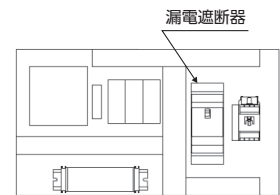

図 2-10 ドライモジュール制御盤
- ・ 製品運転時は漏電遮断器を ON の状態で運転してください。(図 2-10 参照) OFF のまま製品を運転すると、警報、エラーコードが出力されます。